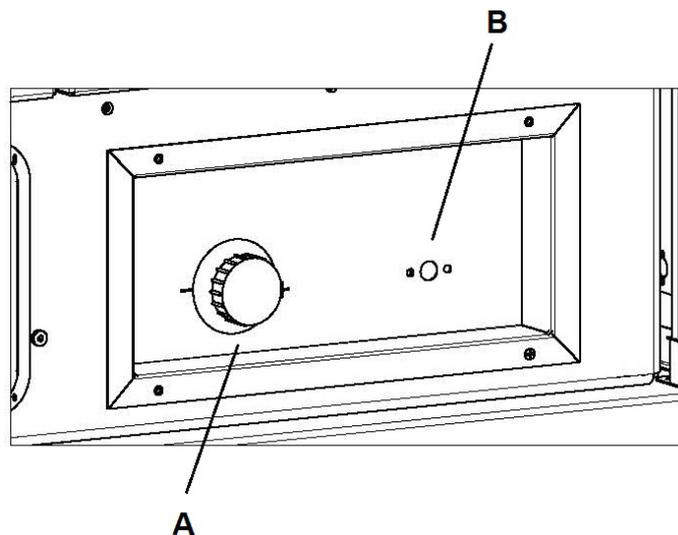
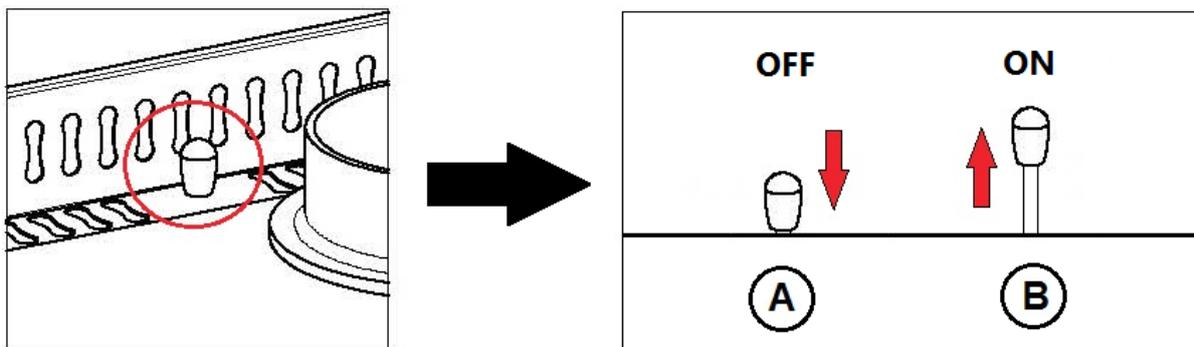
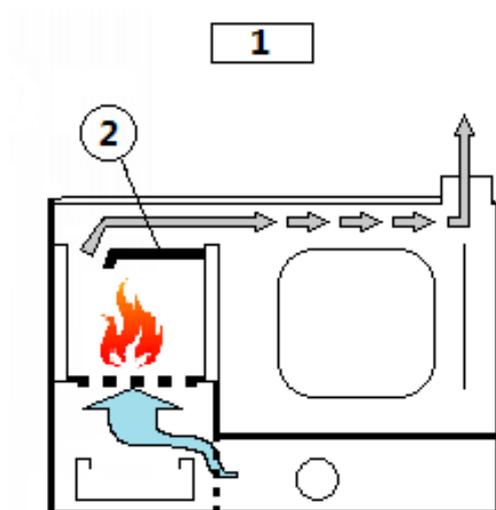
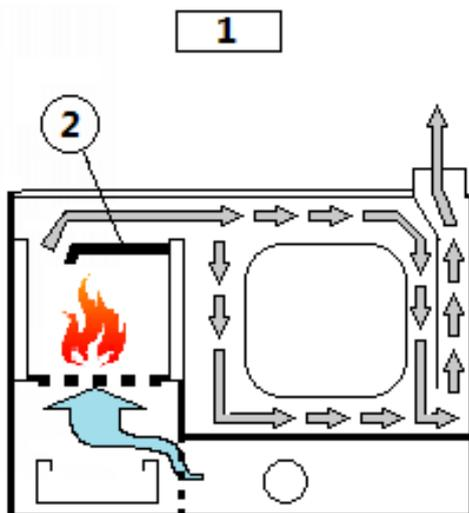

Fig. 27 - Commande principale
Fig. 28 - Levier de soupape des fumées
Fig. 30 - Allumage
Fig. 31 - Chauffage-cuisson
Bypass fumées (voir Fig. 28 à page 63): à l'allumage de la chaudière, tourner de 90° le commutateur mécanique et le mettre sur la position B pour permettre aux fumées de passer directement dans le conduit d'évacuation de la fumée en facilitant ainsi le démarrage de la flamme et le chauffage du conduit d'évacuation de la fumée. Lorsque le démarrage est terminé, reporter le commutateur dans sa position de fonctionnement normal A (voir **LE RÉGLAGE** à page 64).
LÉGENDE Fig. 30 à page 64
LÉGENDE	Fig. 31 à page 65
- Positionner le sélecteur (voir Fig. 28 à page 63) sur la position d'allumage (horizontale), ainsi le foyer se met en communication directe avec la cheminée pour faciliter l'évacuation des fumées. Ouvrir les cercles et positionner le déflecteur interne dans la position décrite (POS.A-B voir Fig. 30 à page 64 e Fig. 31 à page 65). Régler au maximum le régulateur thermostatique (voir Fig. 27 à page 63).
- Lorsque l'allumage est terminé, reporter le sélecteur des fumées (voir **Fig. 28 à page 63**) en position verticale et agir sur le régulateur thermostatique pour fixer la quantité de l'air comburant.
- Lorsque l'allumage est terminé, positionner le sélecteur des fumées (voir **Fig. 28 à page 63**) en position verticale (A) pour utiliser au maximum la puissance thermique de la chaudière pour le chauffage des radiateurs (en plus de la cuisson normale sur le plan supérieur et dans le four).
- Vérifier que le déflecteur interne soit en position comme décrit (voir **Fig. 31 à page 65**). Dans cette position, le tour des fumées est rallongé, en favorisant l'échange thermique pour le chauffage et pour la cuisson sur la plaque.
- Agir sur le régulateur thermostatique (voir **Fig. 27 à page 63**) qui agit sur le volet pour l'introduction dans le foyer de l'air comburant, en augmentant ou en diminuant la vitesse de combustion. Le régulateur thermostatique agira automatiquement en fonction de la température de l'eau de chauffage afin d'éviter des gaspillages de combustible et pour limiter les ébullitions.